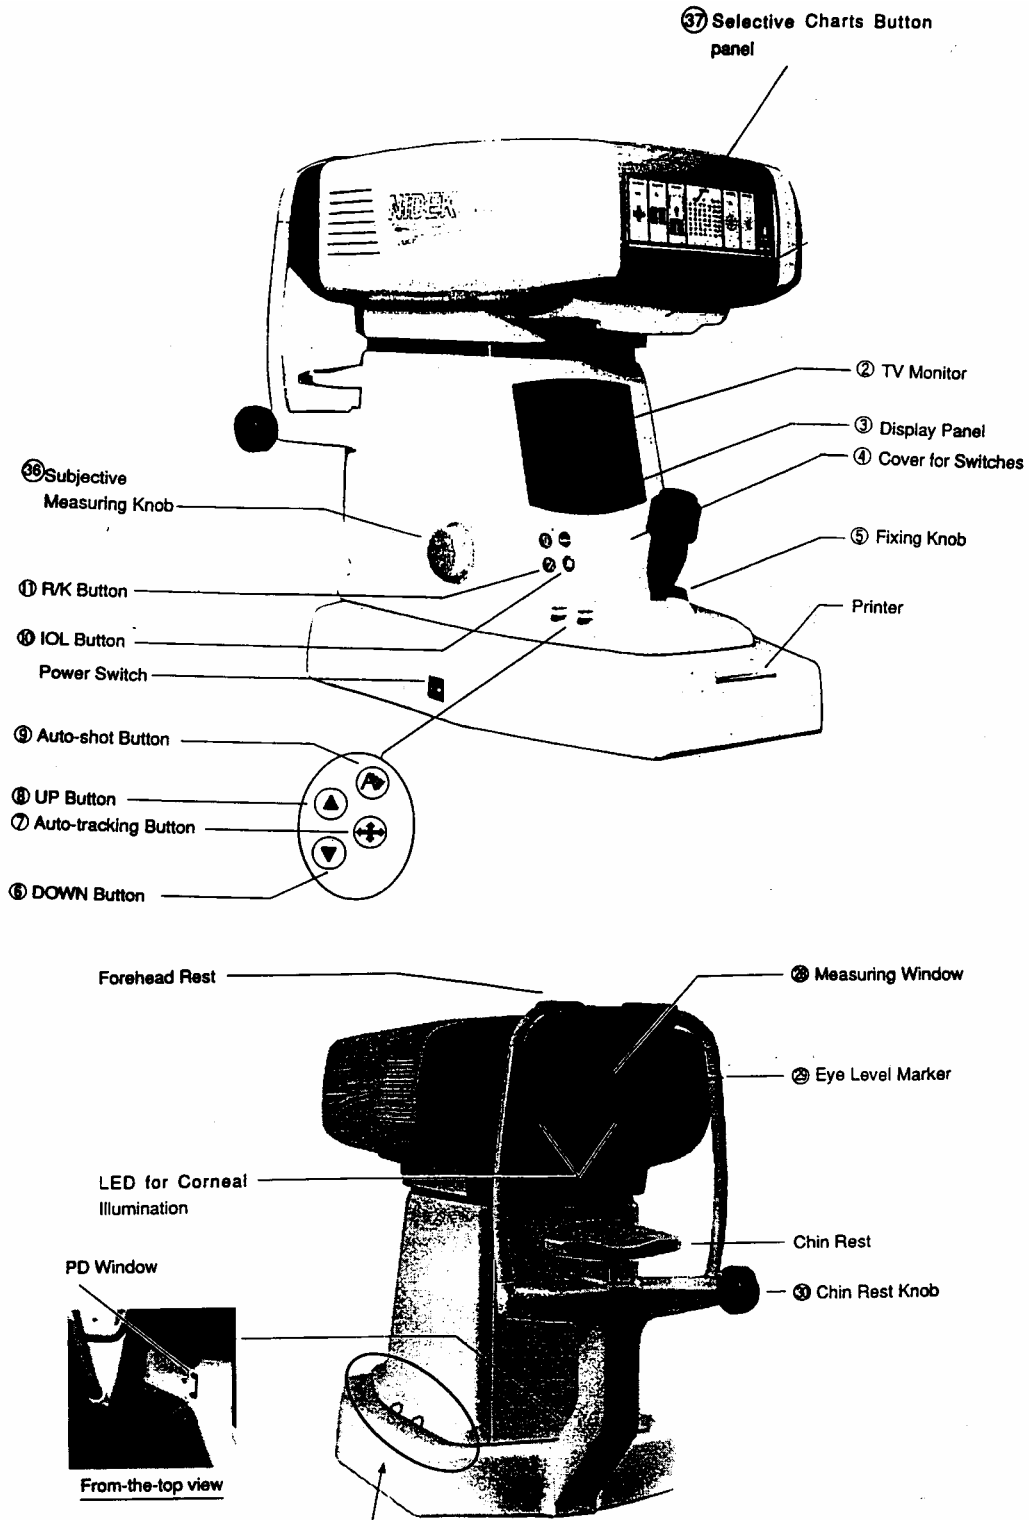

Figure 3-4. Autorefractor ARK760
- Nidek Refractor ARK-760 (Figure 3-4)